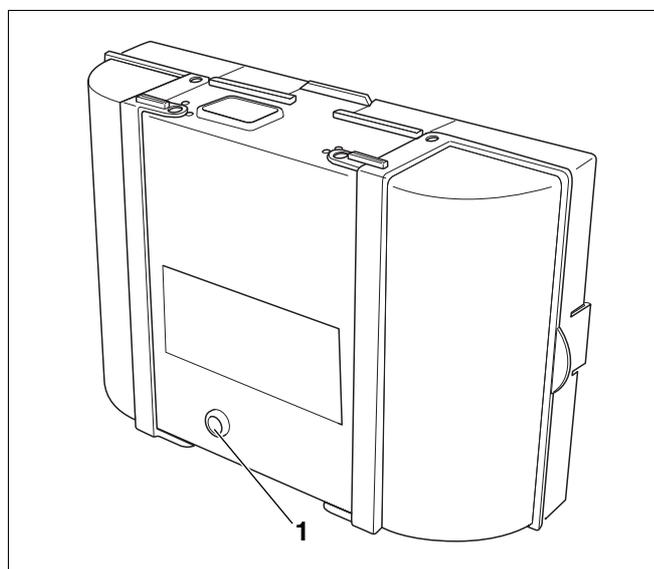

Fig. 42 Dispositivo SAFe 30: tasto di riarmo con LED
- Premere per più di un secondo il tasto di riarmo (fig. 42, **pos. 1**) (riarmare). Dopo circa cinque secondi il bruciatore passa in modalità avviamento ed esercizio.